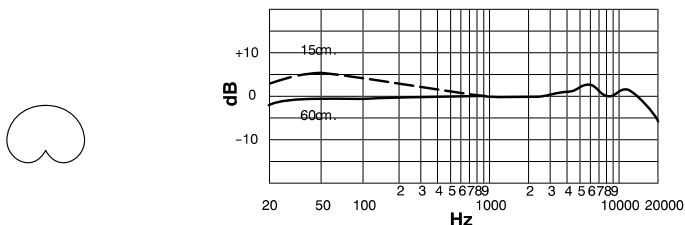

FIGURE 4. COURBE DE RÉPONSE EN FRÉQUENCE TYPIQUE
**Cardioïde.** Capte les sons émis directement devant le microphone et est le moins sensible aux sons émis derrière. La configuration cardioïde est la plus fréquemment utilisée pour les enregistrements en studio et en direct. Voir figure 4.
Réponse en fréquence	20 à 20 000 Hz (Voir figures 4, 6, 8)